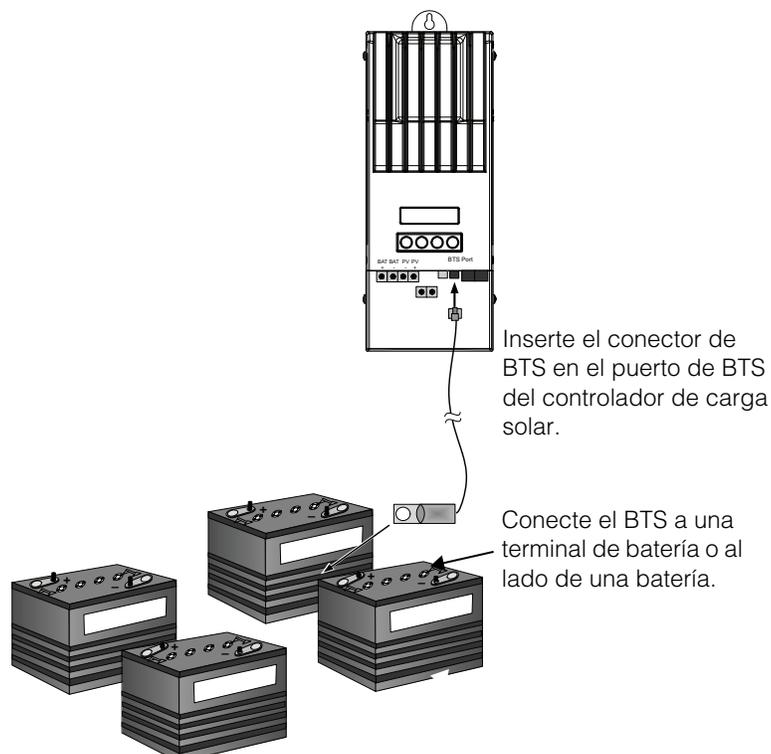

Figura 2-16 Instalación del BTS
4. Pase el extremo del cable de BTS a través de un agujero del conducto en el controlador de carga solar e inserte el conector del BTS en el puerto de BTS. Consulte la Figura 2-16.